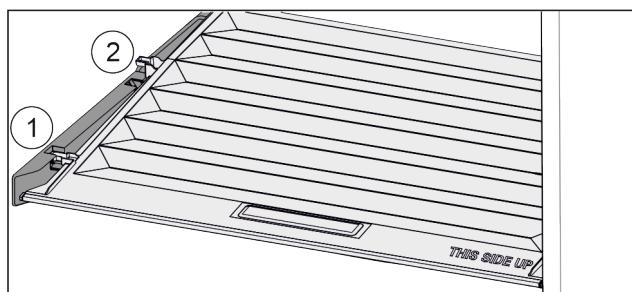

Fig. 91
- ▶ Pokrov povlecite naprej Fig. 91 (1) do odprtine v držalnih delih.
- ▶ Zadaj ga od spodaj dvignite in odstranite Fig. 91 (2) navzgor.